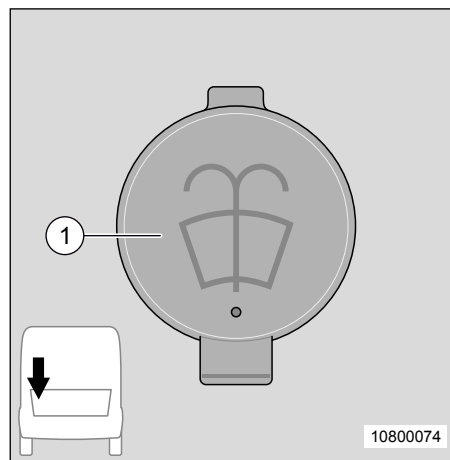

Fig. 12 Réservoir lave-glace Fiat
Pour faire le plein du réservoir lave-glace, ouvrir le raccord de remplissage (Fig. 12, pos. 1).